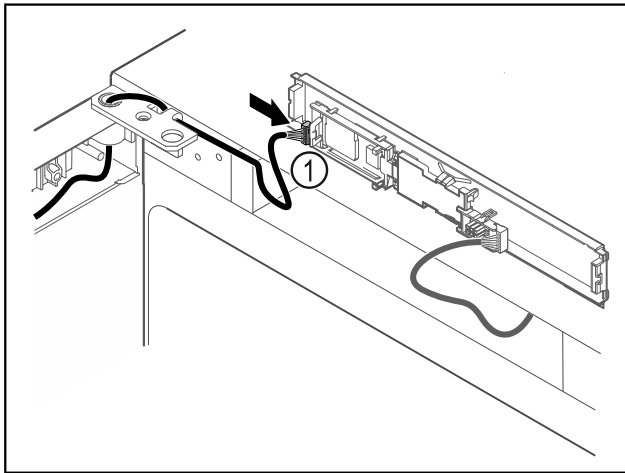

Fig. 64
- ▶ Встановити штекер Fig. 64 (1) на плиті.